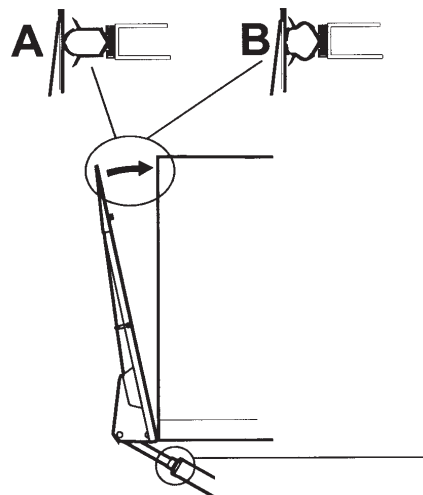

Bild 49. Justering av anliggning mot påbyggnad
4. Vrid justerhylsan så att lyftbryggan går precis mot tätningen på påbyggnationen. Bild 49.
9. Justera båda cylindrarna växelvis så att bryggan går mot påbyggnationen. Se Bild 49 (B).